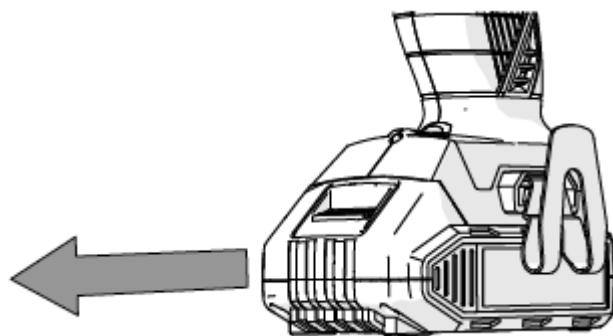

Рис.2
- Нажмите кнопку освобождения аккумулятора и осторожно сдвиньте аккумуляторный блок (рис. 2).